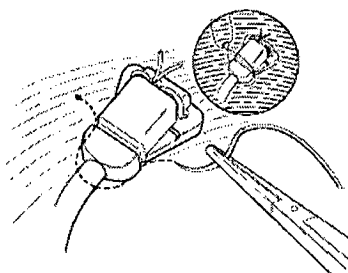

Figura 9. Sutura a través de la ranura proximal.
4. Suture a través de la ranura proximal para asegurar una fijación estable de tres puntos (Figura 9).